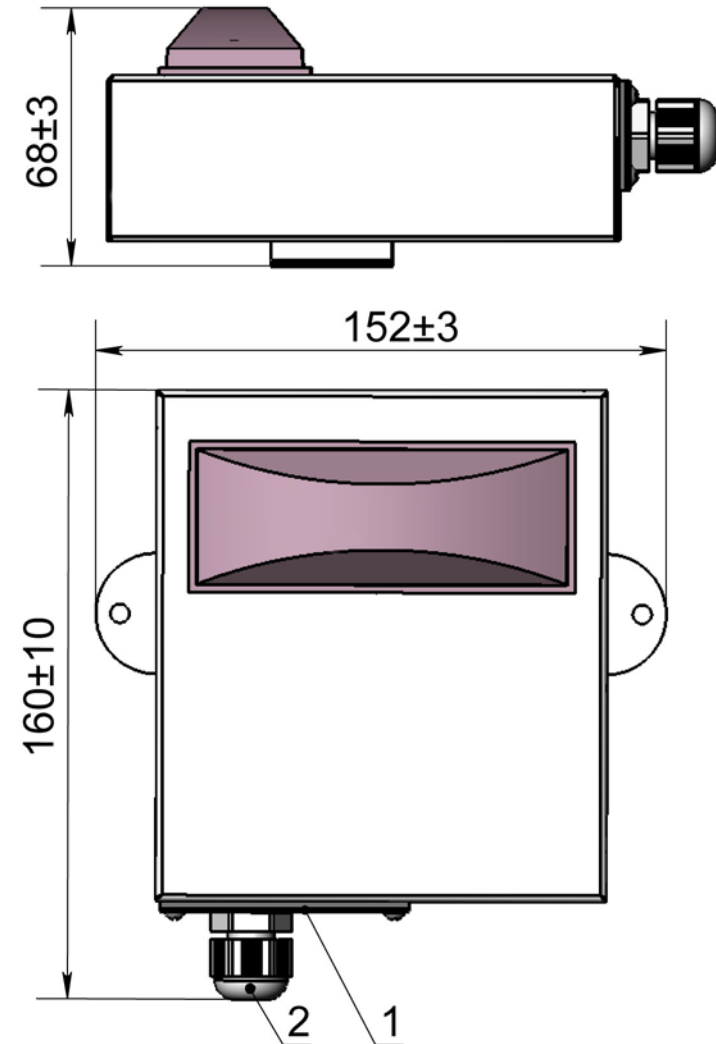

Рисунок 1
8.4 Вилучити з корпусу заглушку с гермовводом (додаток 1, рисунок 1, поз.1) та клемну колодку.